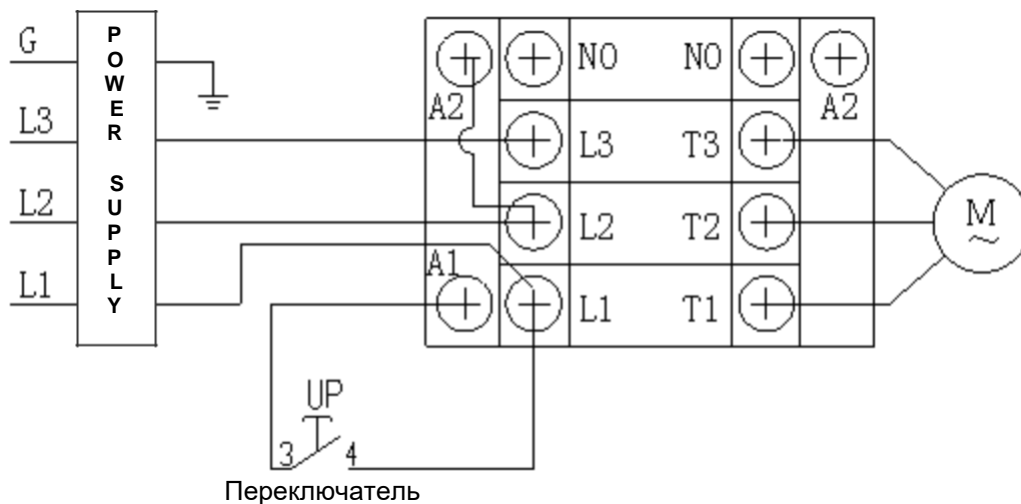

Рис. 34
2.3. Схема подключения (См рис. 34).